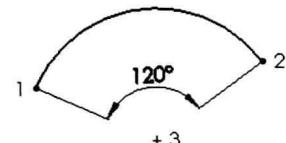

图 2-14 圆弧角度的标注
(3) 圆弧的角度: 圆弧角度的标注顺序为“起点 → 终点 → 圆心”, 如图 2-14 所示。